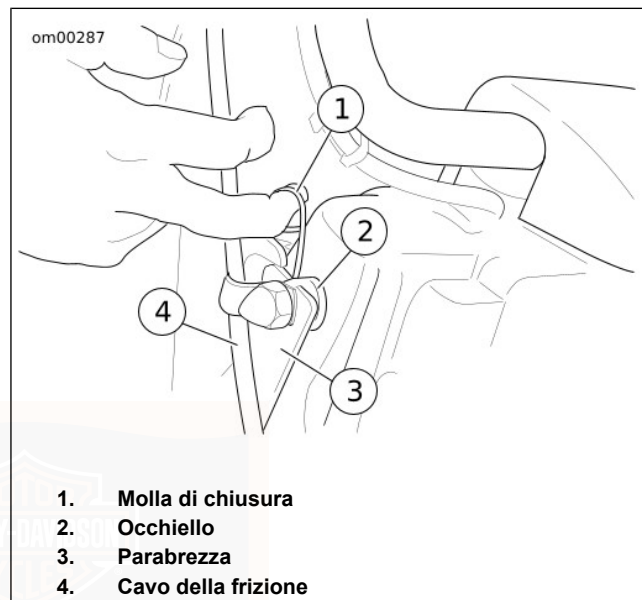

Figura 23. Parabrezza: FLHR/C
1. Vedere Figura 23. Sollevare le molle di chiusura del fermo tubolare sui due lati del parabrezza e spostare in avanti la SOMMITÀ del parabrezza, fin quando le tacche SUPERIORI della staffa non scorrono fuori dagli occhielli.
1. Vedere Figura 23. Sollevare le molle di chiusura del fermo tubolare sui due lati del parabrezza e far scorrere le tacche INFERIORI della staffa del parabrezza negli occhielli inferiori.